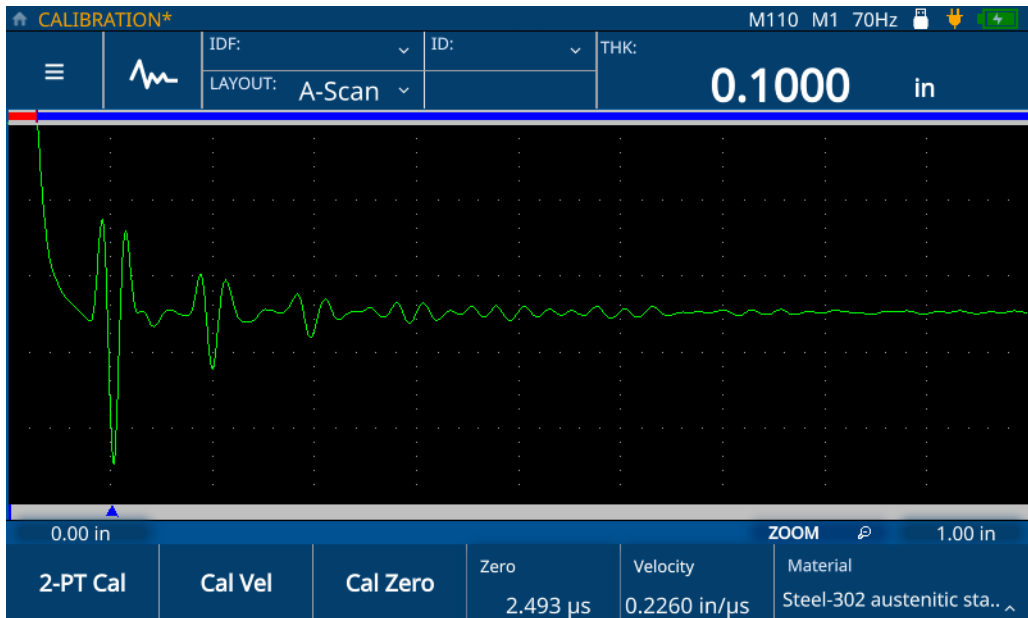

図 5-12 2ポイント校正の完了
9. **チェックマークアイコン**をタップして値を保存し、Edit (**編集**) モードを終了します (53 ページの図 5-12 参照)。